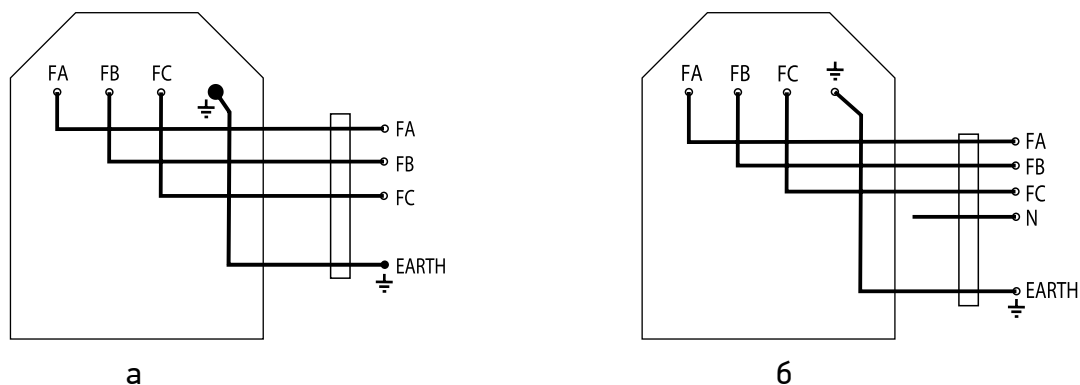

Рис. 5.1 Схема подключения аппарата к сети
**ВНИМАНИЕ!** Подключение аппарата к сети производится по четырехпроводной (а-рис.5.1) или пятипроводной (б-рис.5.1) схеме кабелем сечением не менее 6мм2.